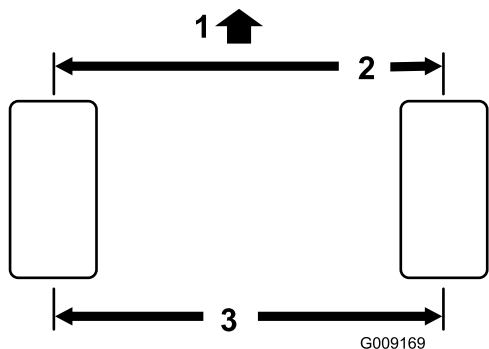

図 49
- 後輪の前と後ろで、左右のタイヤの中央線間距離を測るアクスルの高さ位置で計測 図 49。